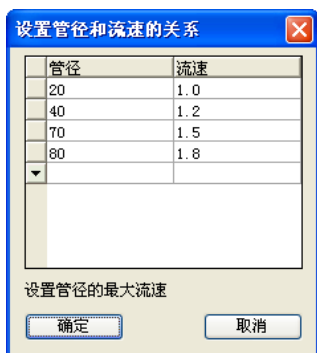

图 5-7 【设置管径和流速的关系】对话框
② 单击“设置管径和流速的对应关系”按钮，系统弹出如图 5-7 所示的【设置管径和流速的关系】对话框，在其中可以对生活给水管道的水流速度进行更改，该设置对住宅给水计算、公建给水计算均有效。